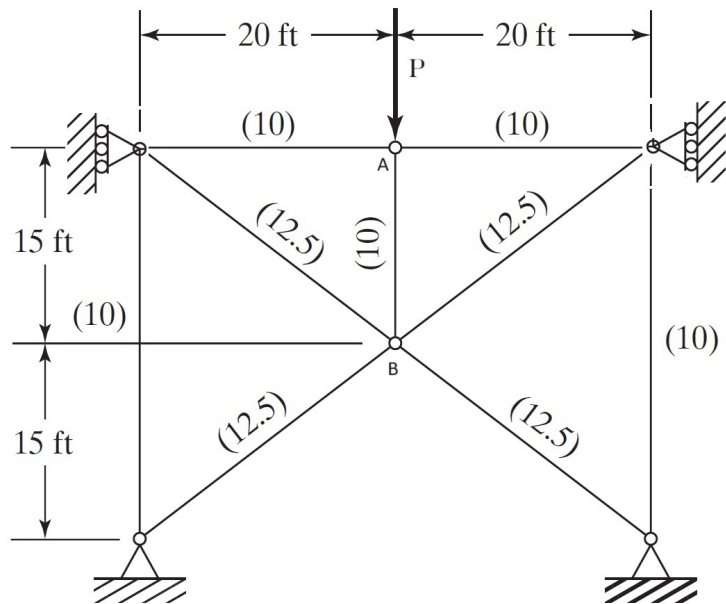

Figura 4: Prob 2.3
3. Para la estructura de la Figura 4 calcular los desplazamientos y el esfuerzo en la barra central AB. Considere un modelo con el mínimo de nodos. El área transversal de cada barra está indicada entre paréntesis en inch^2 , $E=30 \cdot 10^6$ PSI y $P=20000$ Lbf (**1.0 Pts.**). R: $v_A = -0.0135$ in, $v_B = -0.0254$ in, $v_C = -0.0047$ in, $\sigma_{AB} = 2000$ PSI